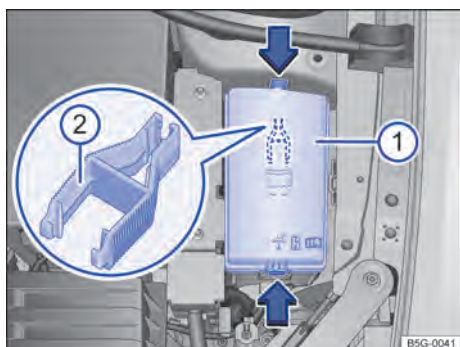

Fig. 302 No compartimento do motor: cobertura **1** da caixa de fusíveis com alicate de plástico **2**.
- Pressionar os botões de travamento no sentido da seta para destravar a cobertura da caixa de fusíveis → Fig. 302 **1**.